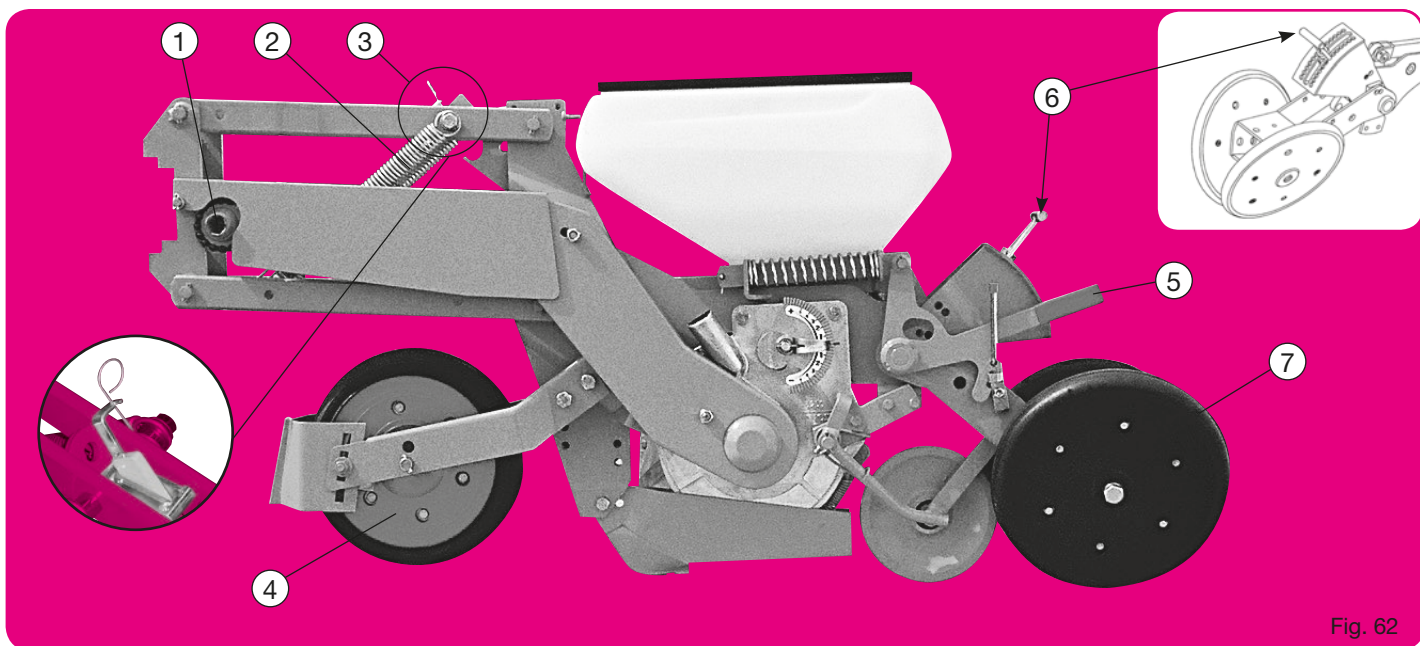

Fig. 62
Version de base (fig. 62) élément monté sur parallélogramme, terrage par balancier - système à crans (fig. 62).
- (1) Système de sécurité (fig. 62) : il provoque un cratage sonore en cas de blocage de la distribution. Un arrêt est alors obligatoire (voir page 44). Graisser les dents du crat à la mise en route pour faciliter les premiers déclenchements.
- (2) Ressorts de parallélogramme : ils accentuent le poids de l'élément. En cas de trop forte pénétration, les ressorts peuvent être supprimés (1 ou les 2).
- (4) Roue avant 300 x 100, axe monté sur trou inférieur pour terrage peu profond (betterave).
- (5) Bras de tension ressort. Ce levier permet de répartir le poids de l'élément sur les roues avant-arrière.
- (6) Réglage du terrage (fig. 62) par crans.
- (7) Réglage de l'écartement des roues (fig. 62) : 2 bagues sur moyeux que l'on place, soit côté inférieur, soit côté extérieur, permettent d'obtenir 2 écartements à la base. Utiliser les roues resserrées pour semis superficiels (1 à 3 cm).
- (9) Fig. 68 : Terrage sur roue avant, à partir de l'élément betterave (fig. 62), il faut supprimer la vis (18) en P3, le bloc arrière (12) est libre. Le secteur (15) doit être fixé sur le corps (16) par la vis (17) en P2. La profondeur de mise en terre est obtenue en modifiant la position de la roue avant en actionnant le levier (13) (réglage par crans).
Basic version (fig. 62) element mounted on a parallelogram, depth control via swinging arm, notch system (fig. 62) - 300 x 100 self-cleaning front wheel with clod remover - beetroot share - stainless steel tyre intermediate roller - self-cleaning inclined rear wheels - 20 litre grain tank.
- (1) Safety system (fig. 62) : this causes the clutch to sound in case of a blockage in the metering system. When this clutching sound is heard, stop the machine immediately (see page 44).
- (2) Parallelogram springs : these increase the element's weight. If the penetration is too great, the springs may be removed (one or both).
- (4) 300 x 100 front wheel, axle mounted on lower hole for shallow depth control (beetroot).
- (5) Torque arm with spring. This lever allows the element's weight to be distributed between the front/rear wheels.
- (6) Depth control adjustment (fig. 62) via notches.
- (7) Adjustment of the spacing of press wheels (fig. 62) : placing the 2 bushings on the inside or the outside of the wheel hub allows for 2 basics widths. Use the narrow setting for shallow seeding (1-3 cm) (3/8 - 1 1/2»).
- (9) Fig. 68 : Depth via the front wheel, using the beetroot element (fig. 62) The P3 screw (18) must be removed to release the rear unit (12). The sector (15) must be secured to the body (16) via the P2 screw (17). The planting depth is adjusted by changing the position of the front wheel using the lever (13) (adjustment via notches).
Grundausführung (Abb. 62): Vorrichtung auf Parallelogramm, Tiefenregulierung über Heckblock, Rastersystem. (Abb 62)
- (1) Überlastsicherung (Abb. 62): Wenn die Säscheibe blockiert ist (durch Einwirkung von Fremdkörpern) spricht die Überlastsicherung an durch ein knarrendes Geräusch. Halten Sie sofort die Maschine an um die Ursache festzustellen (siehe Seite 44). Bei der Inbetriebsetzung sind die Zähne der Kupplung zu schmieren, um das Auslösen der Kupplung zu erleichtern.
- (2) Federn am Parallelogramm: zur Gewichtserhöhung. Bei zu tiefem Einsinken kann man die Federn entfernen (eine, oder beide).
- (4) Vorderrad 300 x 100, Achse in unterem Loch bei geringer Arbeitstiefe (Zuckerrüben).
- (5) Spannarm an Feder. Dieser Hebel verteilt das Gewicht der Vorrichtung gleichmäßig auf die Vorder- und Heckräder.
- (6) Einstellung Arbeitstiefe (Abb. 62) mit Rastersystem.
- (7) Weiteinstellung der Andruckrollen (Abb.62): Beim Einsetzen der Distanzhülsen auf der einen oder anderen Seite der Achse, können zwei verschiedene Weiten der Andruckrollen erzielt werden. Bei oberflächlicher Aussaat (1 bis 3 cm) sind die eng liegenden Andruckrollen zu verwenden.
- (9) Abb. 68: Tiefenregulierung über-Vorderrad, mit Zuckerrüben—Teil (Abb. 62), hier Schraube (18) in P3 lösen, das Heckteil (12) ist dann frei. Sektor (15) muss mit Schraube (17) an (16) in P2 befestigt werden. Einstellung der Arbeitstiefe am Hebel (13) des Vorderrades (Rastersystem).
Basisuitvoering (fig.62) : Onderdeel gemonteerd op parallellogram, diepteregeling met slinger, systeem met inkepingen (Fig. 62).